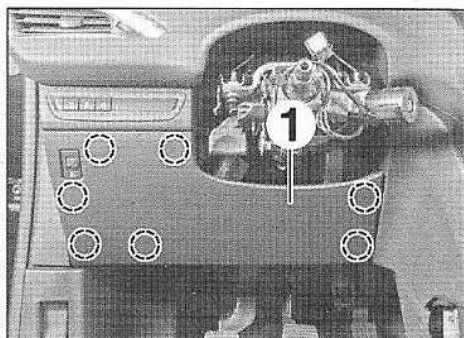

FIG.33
- Dégrafer et déposer la garniture de genoux (1) (Fig.33).